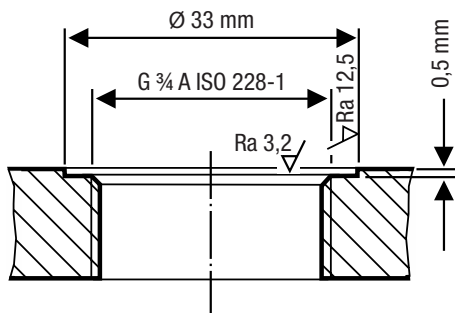
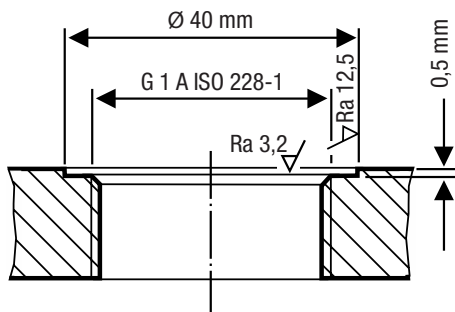

Fig. 14
Fig. 15
- Verificare che le superfici di tenuta e la filettatura sulla caldaia o flangia di montaggio siano lavorate in modo accurato, ved. Fig. 14 e Fig. 15.
Le superfici di tenuta devono essere lavorate in modo accurato come in Fig. 14 e Fig. 15.